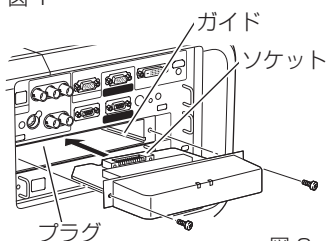

図2
- 3 接続端子をガイドに沿って差し込みます。接続端子のソケットがプロジェクター本体奥のプラグに正しく接続されるように、奥までしっかりと差し込んでください。(図2)
- 4 ネジ2本で接続端子を固定します。(図2参照)